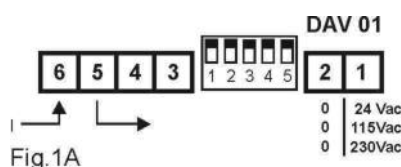
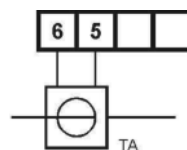

Fig.1A
Fig.1B
- Quando è impiegato come amperometro eseguire i collegamenti di Fig. 1A per l'inserzione diretta (5 o 10A di fondo scala), oppure di Fig. 1B quando è usato un TA/5. In TAB.A sono riportate le indicazioni per programmare il dip switch del fondo scala ed il dip switch della virgola.
When the device works as amperometer, the wirings showed in Fig.1A have to be made for the direct insertion (5 or 10A full scale) or the wirings showed in Fig. 1B when it is applied in connection with a CT/5. The TAB.A shows the instructions to be followed to programme the full scale dip switch and the decimal point dip switch.